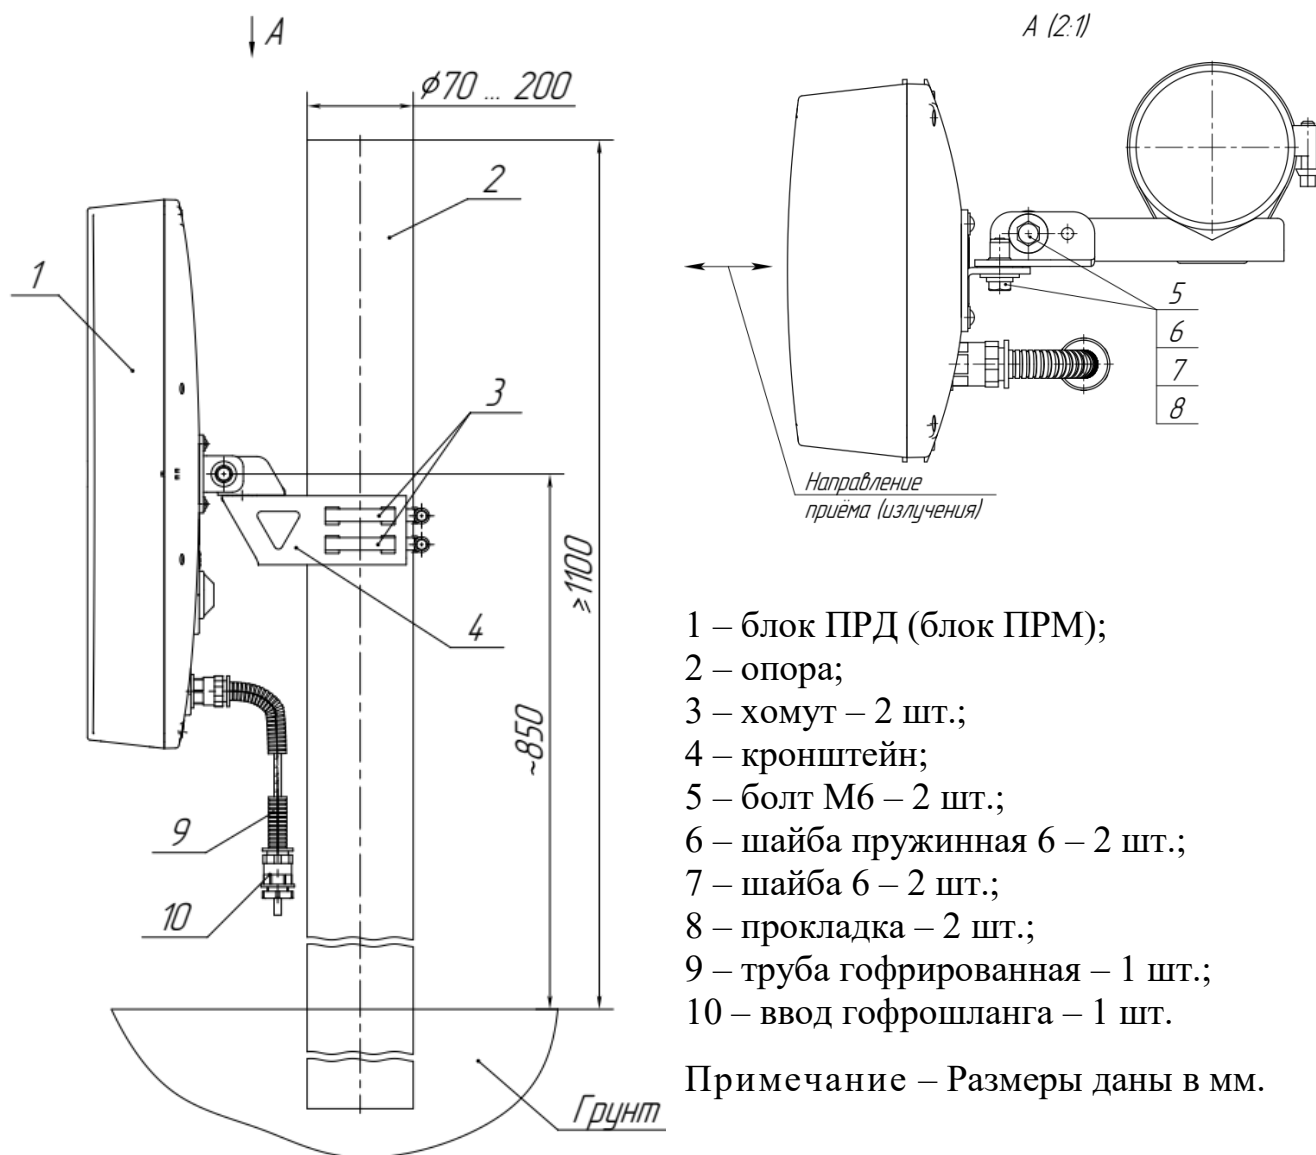

Рисунок 2.5 – Установка блока ПРД (блока ПРМ) извещателей «ФОРТЕЗА-М300-А», «ФОРТЕЗА-М500-А» на опоре
2.3.4.3 Установка блока ПРД (блока ПРМ) на кронштейне поз.4 (рисунок 2.5), состоящего из швеллера 2 и уголка 3, показана на рисунке 2.6.
– ослабить болты поз.5 (рисунок 2.5) блока ПРД и блока ПРМ извещателей «ФОРТЕЗА-М300-А», «ФОРТЕЗА-М500-А»;
затянуть болты поз.5 извещателей «ФОРТЕЗА-М300-А», «ФОРТЕЗА-М500-А» (см. рисунок 2.5).